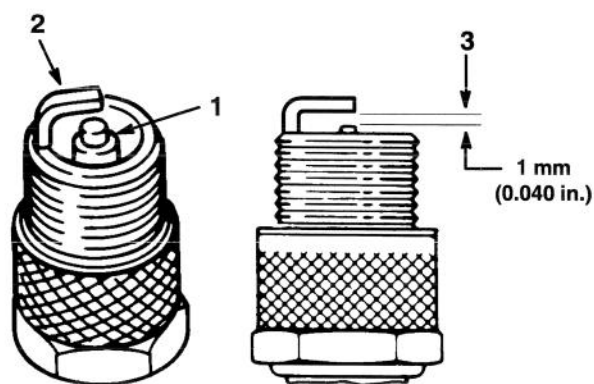

Figure 17
1. Inspecter le centre des bougies (Fig. 17). Si le bec de l'isolateur est recouvert d'un léger dépôt gris-brun, le moteur fonctionne correctement. S'il est couvert d'un dépôt noir, c'est généralement signe que le filtre à air est encrassé.
2. Contrôler l'écartement entre l'électrode centrale et l'électrode latérale (Fig. 17). Courber l'électrode latérale (Fig. 17) si l'écartement est incorrect.